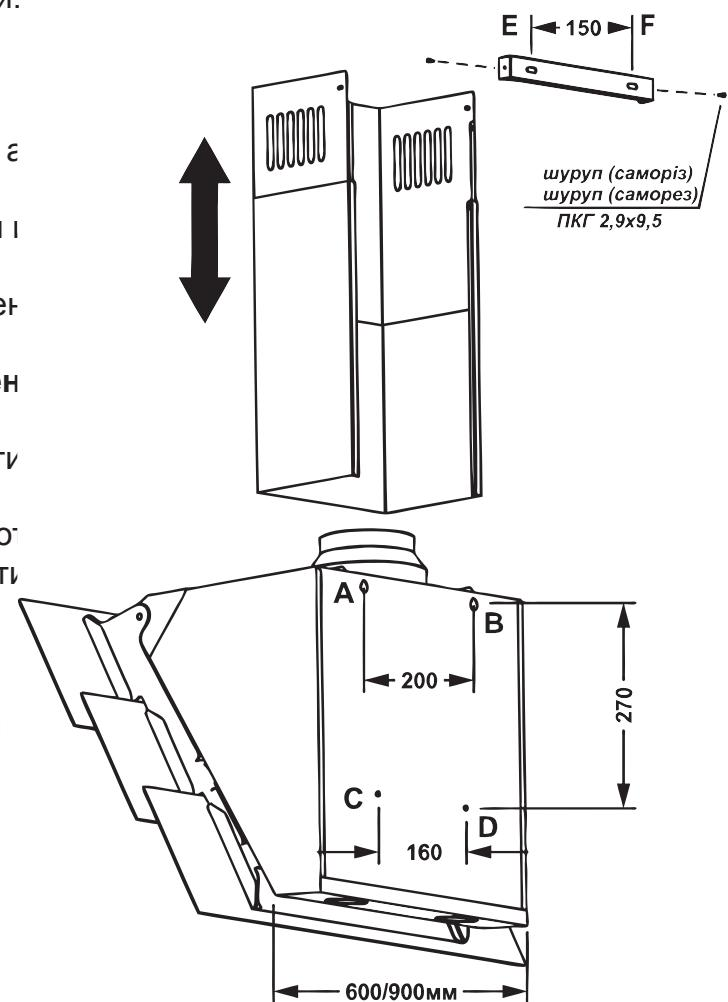

Рис.4
**6.4** Перед тем, как приступить к сверлению отверстий под крепёжные изделия, необходимо произвести для них разметку на стене. Для этого изогните бумажный шаблон с координатами фигурных отверстий блока, приложите шаблон к стене на необходимой установочной высоте, которая указана выше, и выровняйте по уровню (рис.4).
**6.9** Установите телескопический кожух дымохода на корпусе вытяжки. Поднимите верхнюю панель кожуха с планкой под потолок, чтобы он закрывал воздуховод вентиляции, и разметьте по пазам планки 2 отверстия под крепление (точки Е, F) (рис.4).
**6.12** Установите внешнюю панель кожуха дымохода в пазы на корпусе вытяжки, а внутреннюю – поднимите вверх до совмещения отверстий крепления с планкой и соедините с боков **2-ма шурупами ПКГ 2,9x9,5 (рис.4)**.